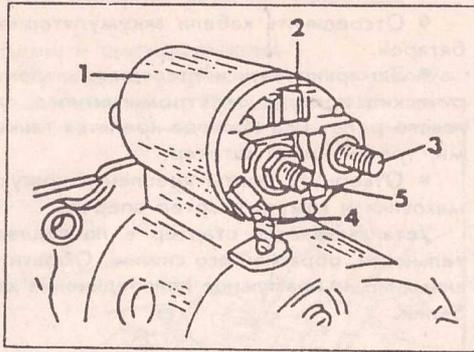
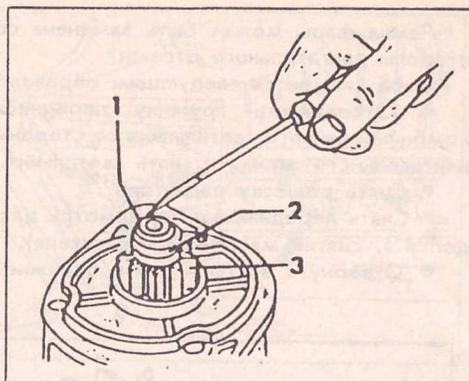

Рис. 279.
Рис. 287. Снятие стопорного кольца (1) и ограничительного кольца (2) с конца шестерни (3) у стартера с редуктором.
- Выбить ограничительное кольцо на конце вала якоря с помощью отрезка трубы или длинной головки соответствующего диаметра, как показано на рис. 279 и снять находящееся под ним стопорное кольцо.
- Сместить ударом ограничительное кольцо на конце шестерни стартера, как показано на рис. 279, и затем отверткой, как показано на рис. 287 вынуть стопорное кольцо из паза на вале шестерни. После этого можно снять шестерню стартера.